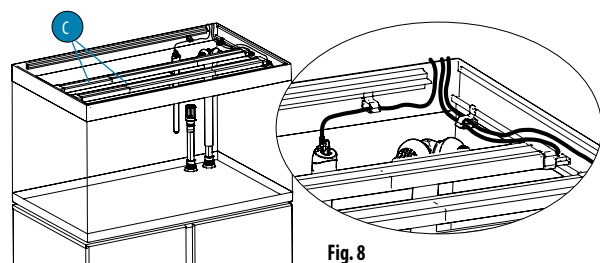

Fig. 8
1. Așezați cu grijă lampa cu bandă LED (C) pe suportul cadrului superior în poziția finală.
2. Trageți cablurile lămpii cu bandă LED din rezervor (Fig. 8).